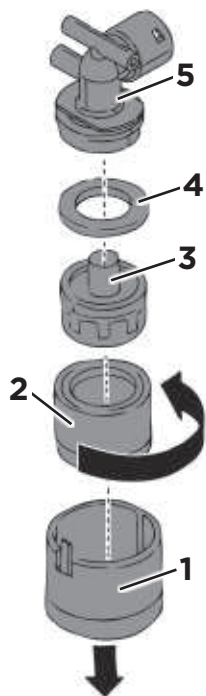

Abb. 49
8. Platzieren Sie den Dichtungsring (Abb. 49/4) auf dem Strahlregler (Abb. 49/3) und setzen Sie beide Teile wieder in den Auslaufhahn (Abb. 49/5) ein.
9. Fixieren Sie die beiden Teile mit der Überwurfmutter (Abb. 49/2).
10. Drücken Sie die Hygieneschutzabdeckung (Abb. 49/1) wieder in den Auslaufhahn (Abb. 49/5), bis diese eingekrastet ist.